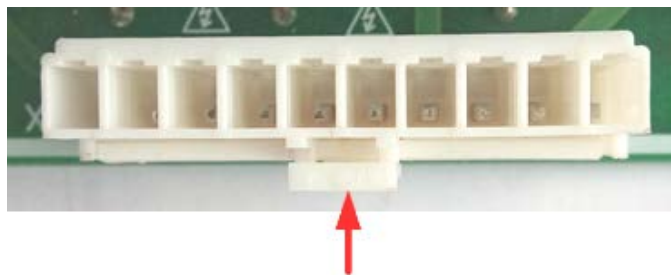

Рис. 5
Для снятия разъемов X2 и X6 с платы релейной контроллера – нажмите на фиксатор (см. рис. 5) и потяните разъем от платы.
29. С платы индикации контроллера отсоединить разъем X1 и X4. Чтобы отсоединить разъем X4 с платы индикации контроллера – нажмите на фиксатор (см. рис. 5) и потяните разъем вверх.